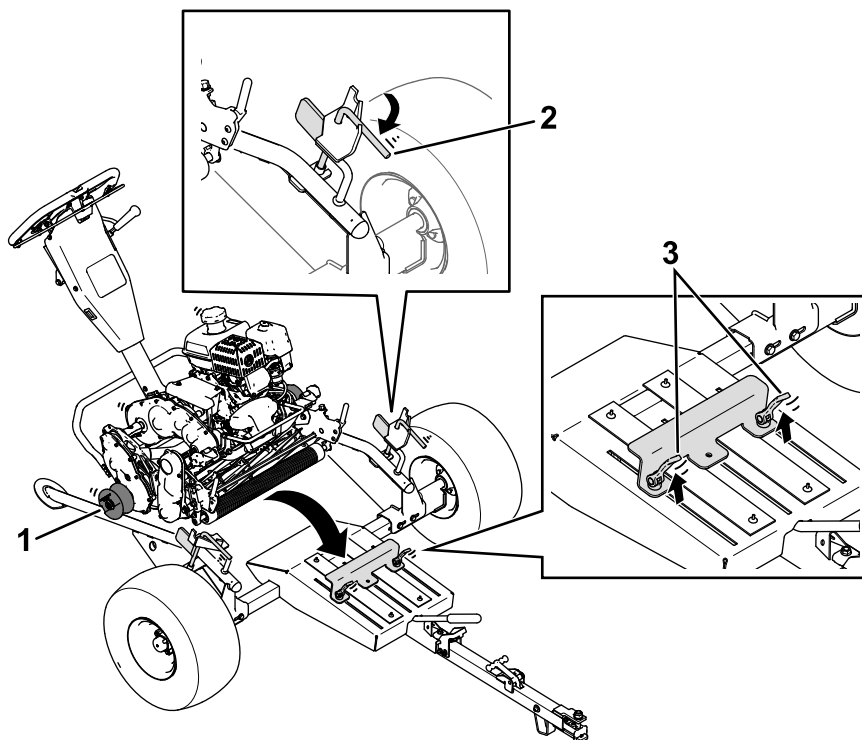

Figure 9
1. Ouvrez les tiges de maintien de chaque côté de la remorque (Figure 9).